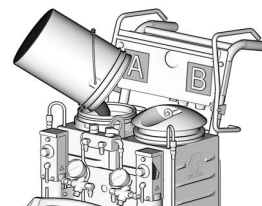

FIG. 7 Llene el tanque A con ISO
3. Retire la tapa del tanque A y vierta el ISO en el tanque A (lado rojo, con el filtro desecante en la tapa). Consulte la FIG. 7.